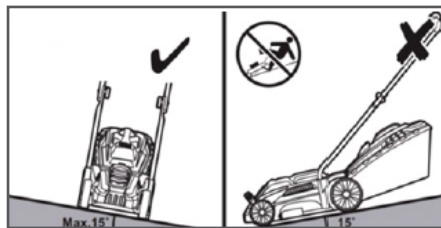

Рис. 13 Положение газонокосилки при кошении на склонах
9. Запрещается работать газонокосилкой, если угол склона превышает 15° (Рис. 13). Двигайтесь поперек склона.